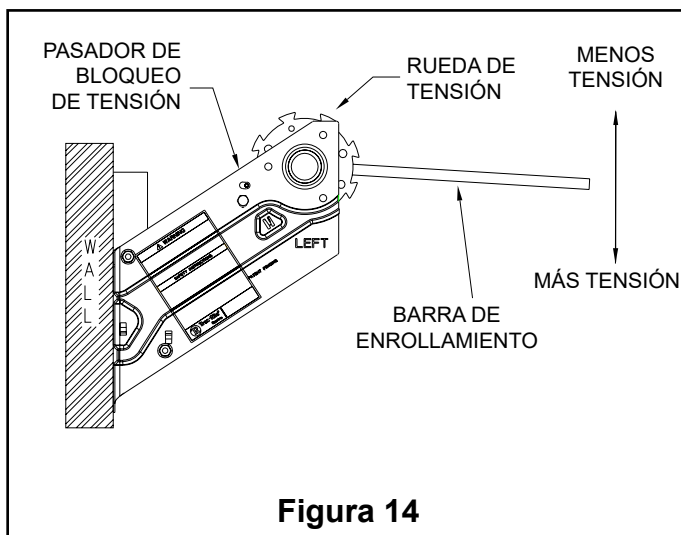

Figura 14
10.2 Para agregar tensión, inserte la barra de enrollamiento en el orificio rectangular en la rueda de tensión y jale hacia abajo hasta que el trinquete encaje. Muévelo levemente hacia arriba hasta que la rueda dentada se trabaje donde corresponde (véase la Figura 14). Si se necesita más tensión, mueva la barra de enrollamiento al siguiente orificio en la rueda de tensión y repita según sea necesario.